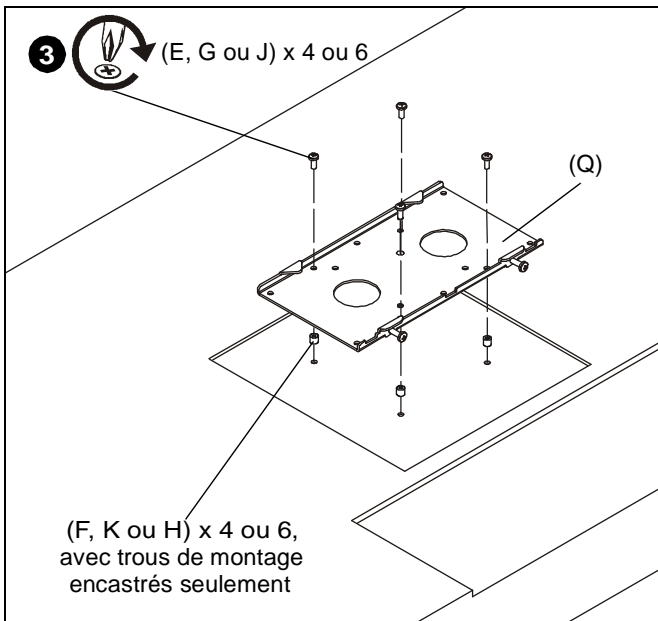

Figure 8
2. Choisissez la taille de vis à utiliser (E, G ou J) pour assembler la plaque frontale (Q) à l'écran. Si les trous de montage sont encastrés, utilisez des entretoises avec des vis plus longues et/ou des entretoises. Utilisez les entretoises de 3 mm (1/8 po) (F) avec les vis M4 x 12 mm (E), les entretoises de 19 mm (3/4 po) (K) avec les vis M4 x 30 mm (J) ou les entretoises de 10 mm (3/8 po) (H) avec les vis M4 x 20 mm (G).
3. Utilisez les vis (E, G ou J) et les entretoises choisis (F, K ou H, au besoin) pour fixer la plaque frontale (Q) au dos de l'écran. (Voir figure 8) Passez à l'étape 6.